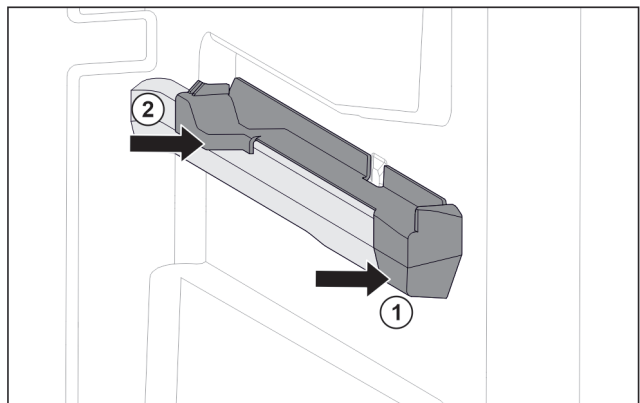

Fig. 132 Aufsteckteil auf der rechten Behälterrippe
- ▶ Aufsteckteil vorne an Behälterrippe ansetzen. Fig. 132 (1)
- ▶ Aufsteckteil hinten andrücken. Fig. 132 (2)